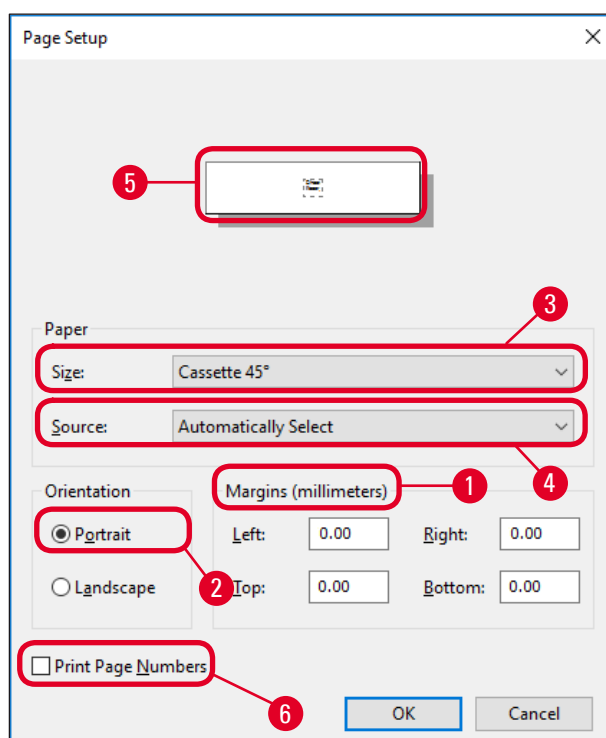

Fig. 45
3. Först måste du välja utskriftsformat: Klicka på **File (Arkiv) > Page Setup (Utskriftsformat)** för att öppna dialogrutan **Page Setup (Utskriftsformat)** (→ "Fig. 45").